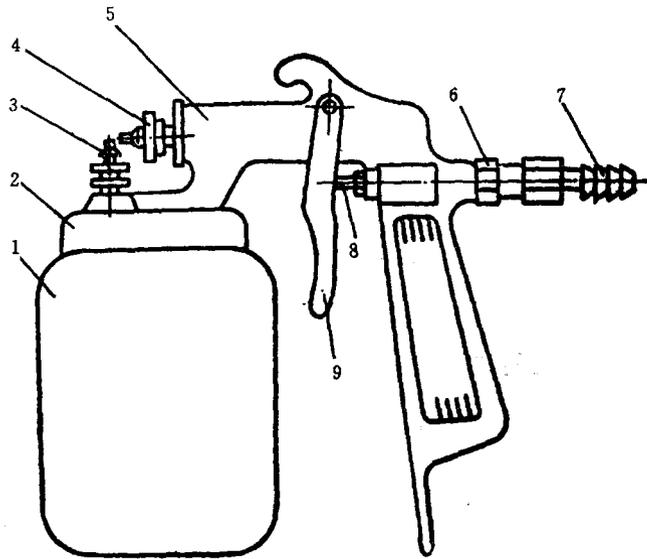
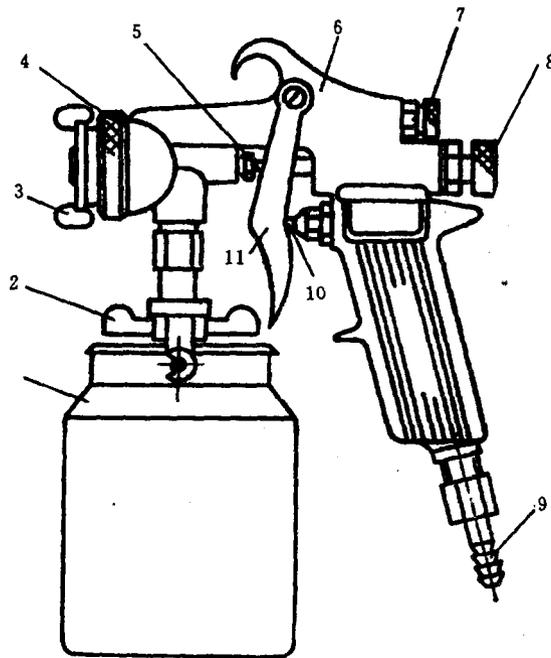

图 1.1-1 PQ-1 型喷枪
图 1.1-2 PQ-2 型喷枪
(1)吸上式喷枪 多用于小批量喷涂或修补的场合。如国产PQ-1型,也叫对嘴式,如图1.1-1所示;PQ-2型,也叫扁嘴式,如图1.1-2所示。